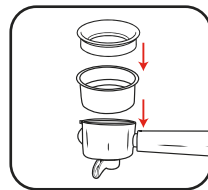
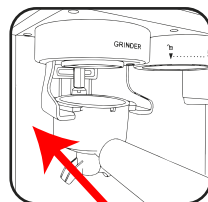

Figura 6
Figura 7
3. Deslice e inserte el conjunto portafiltro + filtro (simple o doble) + anillo dosificador (ver figura 6) en el soporte de molienda (4). Verá que el conjunto se asentará en el soporte de manera plana, deslizándose por las guías del mismo (ver figura 7).